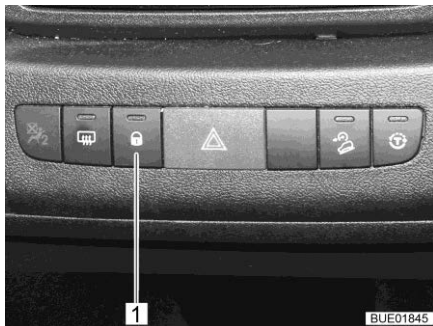

Fig. 65 Interrupteur du verrouillage centralisé
- Appuyer sur la touche (Fig. 65,1). Les serrures de porte sont déverrouillées.
- Appuyer sur la touche (Fig. 65,1). Les serrures de porte sont verrouillées. Le voyant de contrôle à l'intérieur de la touche est allumé.